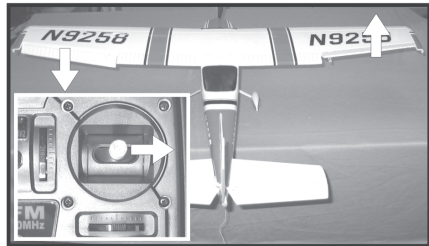

Afb. 18b
- Als u de rechter stuurknuppel van de zender (zie afb. 2, positie 4) naar links duwt, moet het linker rolroer (1) ca. 1,2 cm naar boven en het rechter rolroer (2) ca. 1,2 cm naar beneden bewegen (zie afb. 18b).